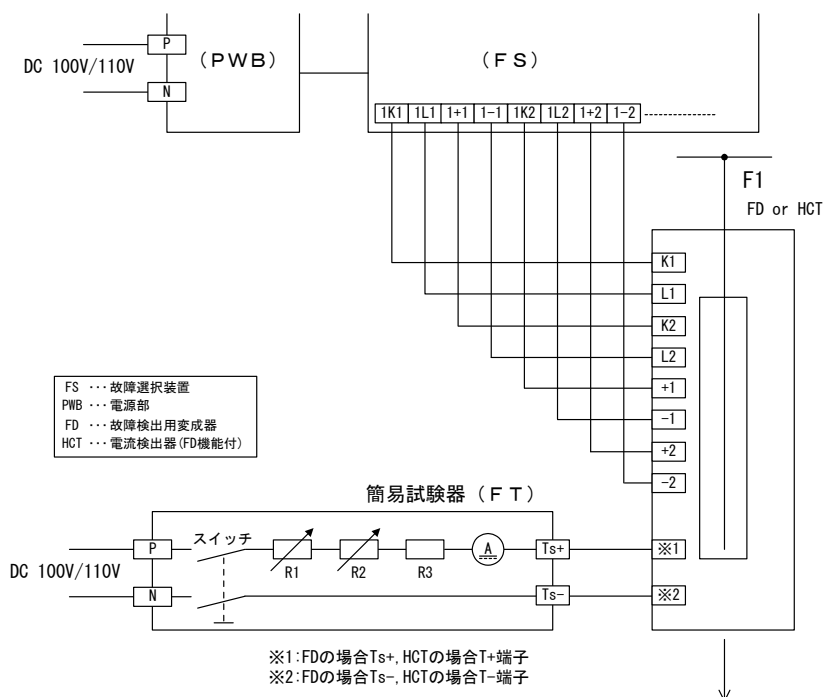

図 30. 動作試験回路
故障検出用変成器 (FD) および電流検出器 (HCT) には一次電流と等価な試験コイルを内蔵しており、一次電流 1000A あたり約 1A の直流電流を通電することで等価試験を行うことができます。図 30 に弊社製の簡易試験器 (FT) を使用した場合の等価試験回路を示します。
(2) 等価試験の試験手順
- ① 図 30 のように、FT の Ts+・Ts- 端子を FD の Ts+・Ts- 端子（または HCT の T+、T- 端子）に接続し、FT の P、N 端子を DC100V/110V に接続して下さい。
- ② 可変抵抗器 R1、R2 を左に回し FT の内部抵抗値を最大にした状態で、FT のスイッチを投入し、FS の動作を確認して下さい。
- ③ 不動作の場合はR1, R2 を右へ回して抵抗を減らして、再びスイッチを投入して、FS の動作を確認して下さい。
- ④ ③の操作を繰り返して動作限界点を求め、動作時の電流値を電流計(A)で確認します。この動作電流値が試験成績表に記載の電流値と比較して±10%以内ならば装置の動作感度は正常とみなします。
(3) 等価試験時の注意事項
- ① スwitchの切時間は5秒以上確保して下さい(切時間が短い場合は誤差が発生)。
- ② DC100V/110V 電源は十分に容量が大きい電源を使用して下さい(リップルやレスポンスの大きい電源および内部インピーダンスの大きい電源の場合は誤差が発生)。
- ③ スwitchの投入時間は、簡易試験器に内蔵されている抵抗器の熱的な面から長い時間の通電をさげ、メータの読取りが終わったらすみやかに切して下さい。投入時間は長くても5秒以内とし、切時間は5秒以上確保して下さい。